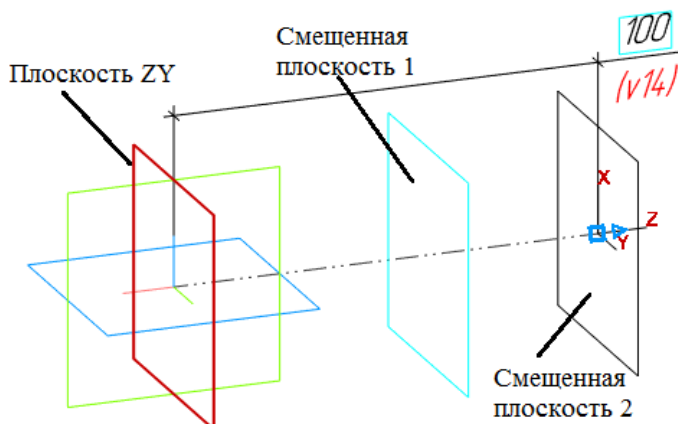

Рис. 90
В дереве модели появится строка: Смещенная плоскость:1. В дереве модели укажите плоскость **ZY**. Затем вновь выберите **Смещенная плоскость** (2). **Панель свойств** – расстояние **100** – **Направление смещения** – прямое. В дереве модели появится строка: Смещенная плоскость:2 (рис. 90).